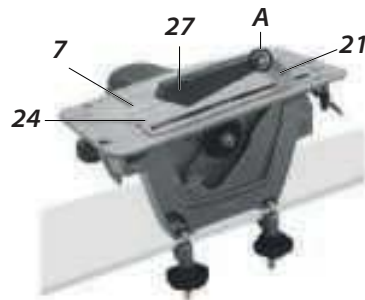

Рис. 6
г) Для проведения мелких стационарных работ пила устанавливается на горизонтальной поверхности верстака на неподвижный кожух и основную ручку так (Рис. 6). Фиксация на верстаке осуществляется с помощью отверстий (14) струбцинами (входящие в комплект).
2. Проверьте исправность пильного диска, наличие и правильность установки расклинивающего ножа (21) (Рис. 6).
4. Зафиксируйте пилу на горизонтальной поверхности прочного верстака или стола струбцинами (22) так, как показано на рис. 6.
5. Ручкой (10) отведите нижний защитный кожух, установите накладку стола (24) и зафиксируйте ее на столе винтом М4 из комплекта крепежа (23). Отпустите ручку защитного кожуха.
6. Установите дополнительный защитный кожух (27) на расклинивающий нож с помощью оси (А) (см. Рис. 6), вставив ее в отверстия кожуха и ножа. Зафиксируйте ось шплинтом из комплекта крепежа. Убедитесь, что дополнительный кожух может свободно подниматься и опускаться вокруг оси.
7. Струбцины (22) (Рис. 7), накладка стола (24) с ее винтом, дополнительный защитный кожух (27) (Рис. 6), ось (А) и ее шплинт используются только при стационарной работе пилы.